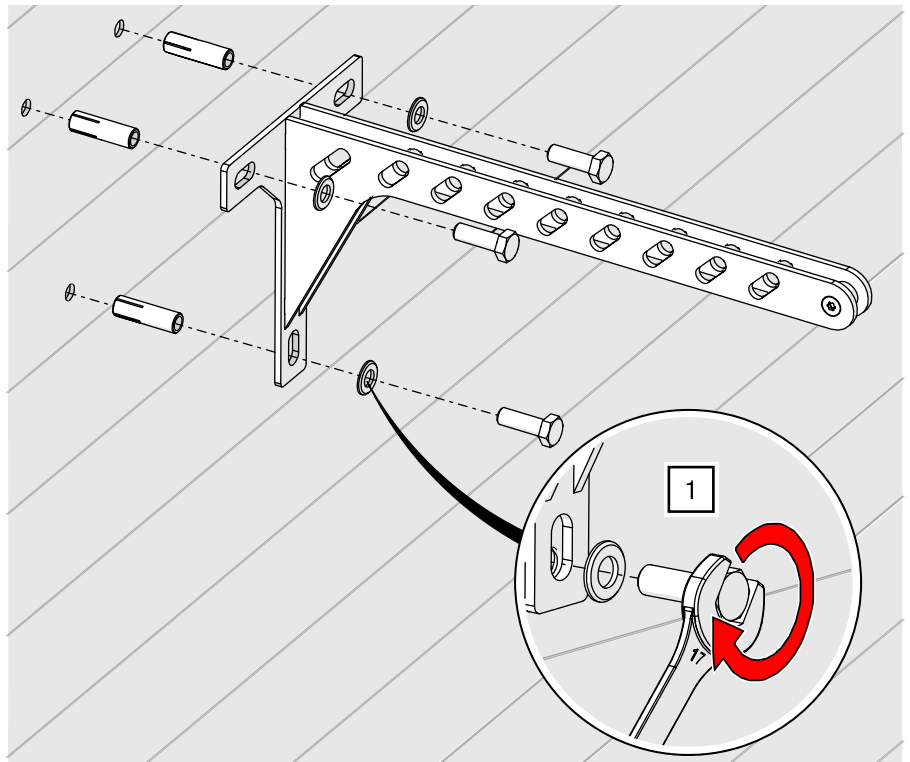

Abb. 67: Wandarm – an Wand montieren
1. Verschrauben Sie den Wandarm mit dem Untergrund entsprechendem Montagematerial an der Wand (Montage entsprechend Herstellerangaben; Beispiel Betonwand – siehe Abb. 67).